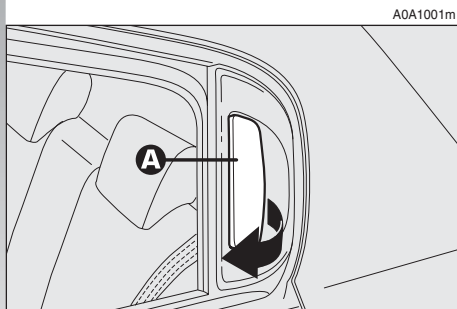

fig. 10
- Para abrir la puerta, desactive el cierre centralizado y tire de la palanca de apertura (A-fig. 10).